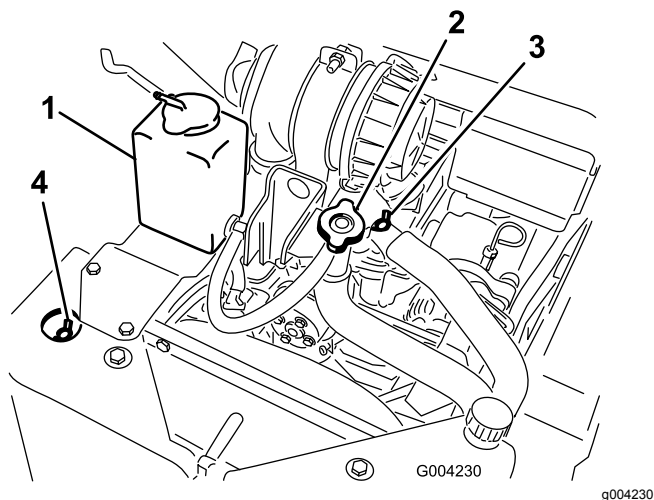

Figure 51
- A. Enlevez le bouchon de remplissage de liquide de refroidissement (Figure 51).
- B. Ouvrez les vannes de purge de liquide de refroidissement avant et supérieure (Figure 51).
- C. Versez du liquide de refroidissement dans le goulot de remplissage jusqu'à ce qu'il commence à sortir par la vanne de purge avant (Figure 51).
- D. Fermez la vanne de purge avant (Figure 51).
- E. Versez du liquide de refroidissement dans le goulot de remplissage jusqu'à ce qu'il commence à sortir par la vanne de purge supérieure (Figure 51).
- F. Fermez la vanne de purge supérieure (Figure 51).
- G. Versez du liquide de refroidissement dans le goulot de remplissage jusqu'à ce qu'il monte dans le goulot (Figure 51).
- H. Remettez le bouchon de remplissage de liquide de refroidissement en place (Figure 51).